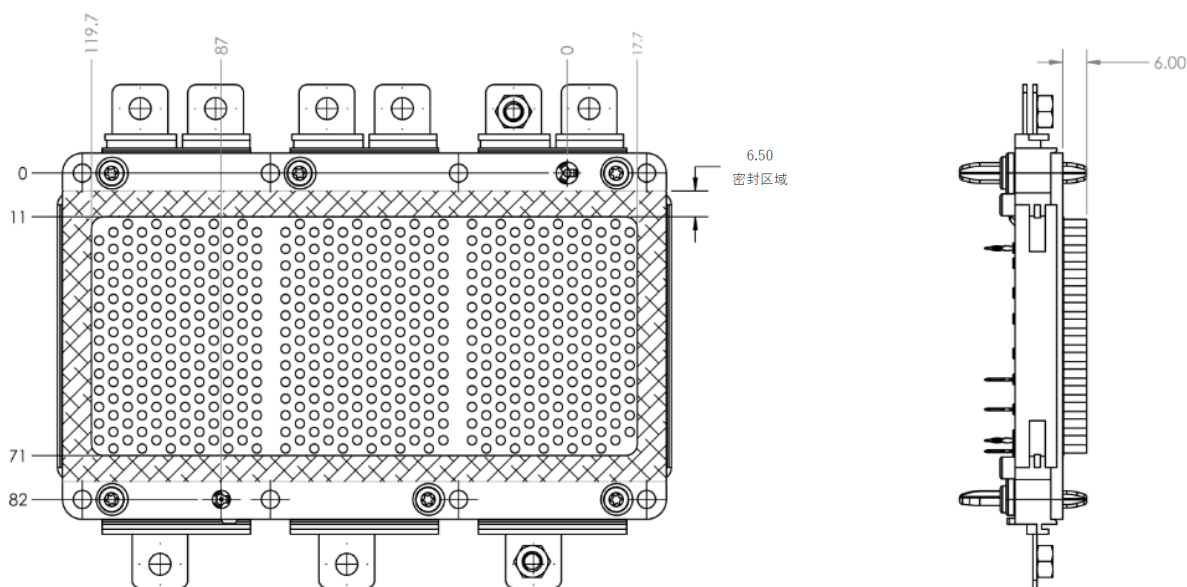

图 14. 功率模块底视图，显示引脚鳍片底板上的关键密封区域
安装模块时应格外小心，不要损坏引脚鳍片的镀镍层或结构。还要避免底板区域（图 14）受到污染、刮擦或其他损坏，因为该区域用于将模块密封到散热器。
- 散热器密封区域的粗糙度如图 14 所示： $\leq RZ25$ (DIN EN ISO 1302)
建议使用具有 EPDM 50 材料且符合图 14 中所示规格的三重密封圈。所示示例由安森美设计，可从泉州